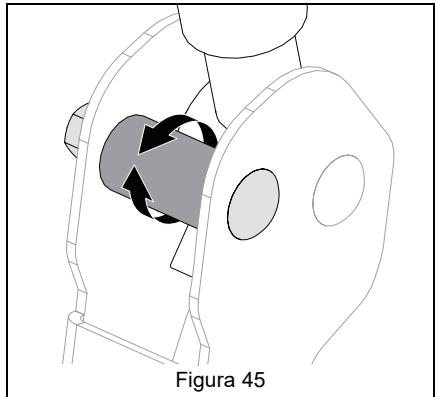

Figura 45
5. Ruotare il distanziale eccentrico in modo che le leve si trovino alla stessa altezza e che le estremità delle leve siano separate da uno spazio di 1.3 cm– 2.5 cm (1/2 – 1"). Vedere Figura 45.